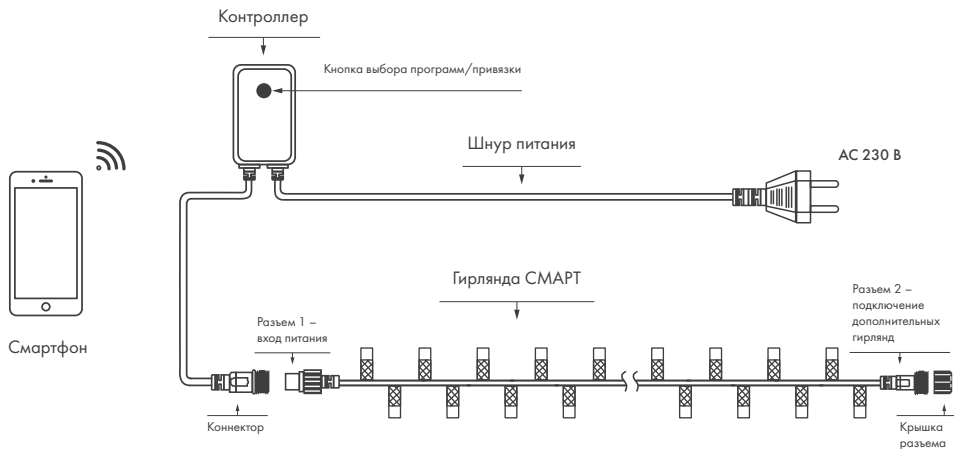

Рис. 1. Схема подключения гирлянд к контроллеру и шнуру питания
3.2. Подключите нагрузку к выходу контроллера при помощи шнура питания (в комплекте), строго соблюдая полярность (см. рис. 1 и 2).